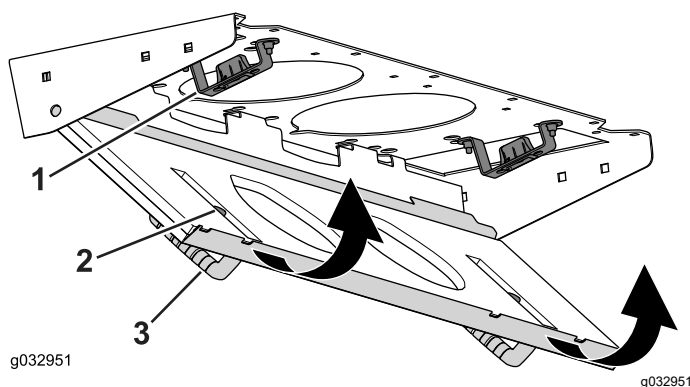

Figure 88
4. Faites pivoter le filtre sur les languettes jusqu'à ce que le pêne s'enclenche dans la gâche (Figure 88).